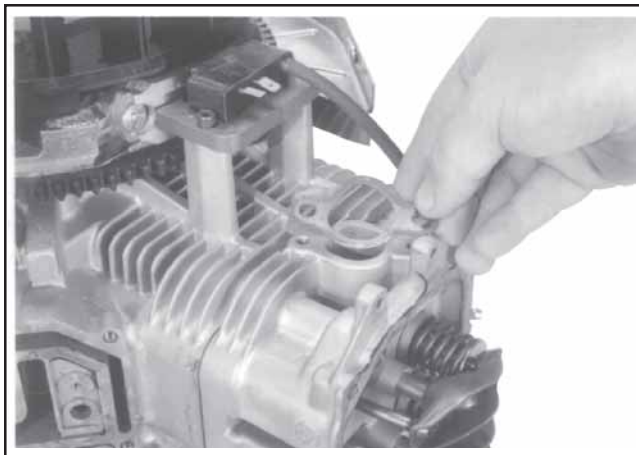
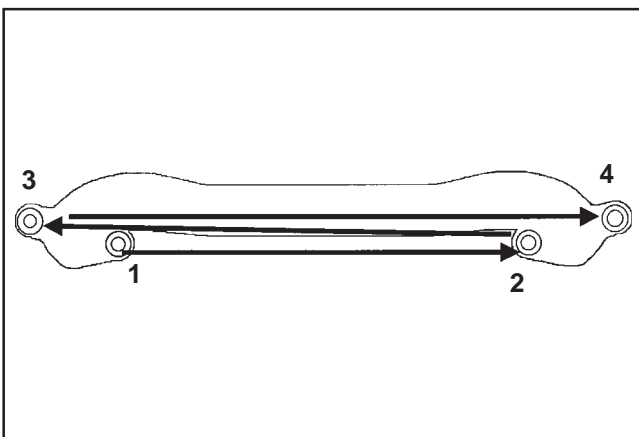

Figure 11-47. Installation des joints du collecteur d'admission.
Figure 11-49. Séquence de serrage du collecteur d'admission.
1. Installer le collecteur d'admission et les joints ou les joints toriques neufs (collecteur en plastique), avec le faisceau de câbles attaché aux culasses. Glisser les clips du faisceau de câbles dans les boulons appropriés avant l'installation. Vérifier que les joints sont orientés correctement. Voir les Figures 11-47, et 11-48. Conformément à la séquence de la Figure 11-49, serrer les quatre vis en deux étapes, d'abord à **7,4 N·m (66 in. lb.)**, puis à **9,9 N·m (88 in. lb.)**.